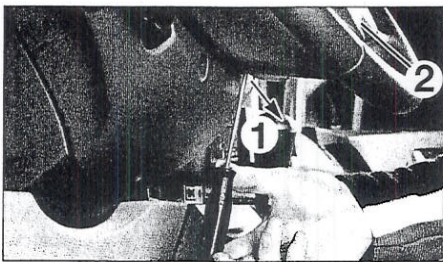

FIGURA 9-2
- Desengrapar el airbag colocando un destornillador plano por el taladro (1) y desplazar el clip hacia el exterior del volante, tirando del airbag (figura 9-2).
- Separar el airbag (2) (figura 9-2).